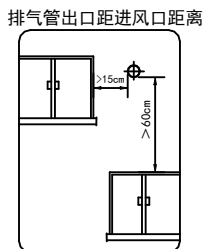

图 11
- 排烟管出口必须设置在室外。热水器使用时，排气管出口可能有冷凝水滴落，安装时应注意不要影响他人。排气管出口距周围物体的间距如图11所示。